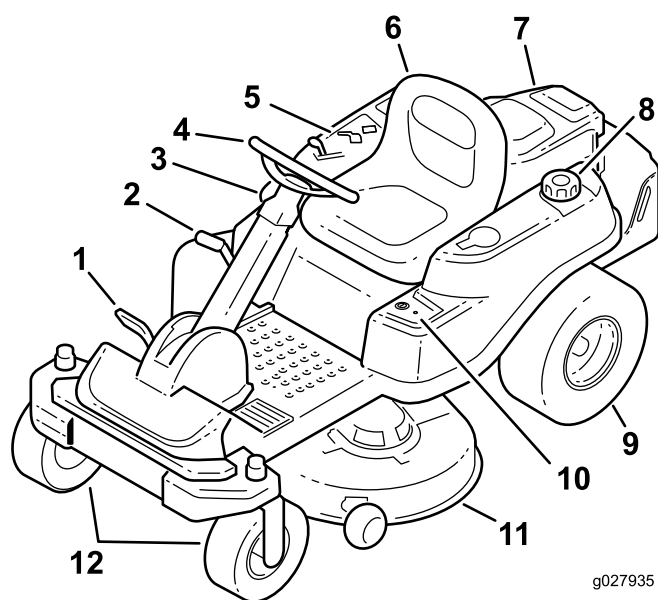
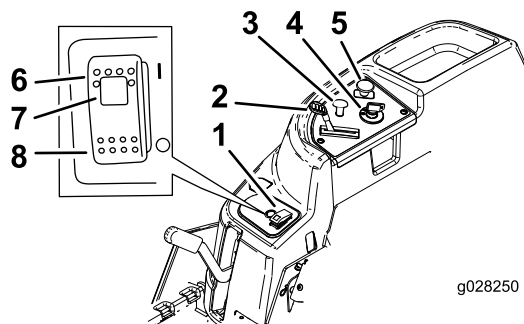
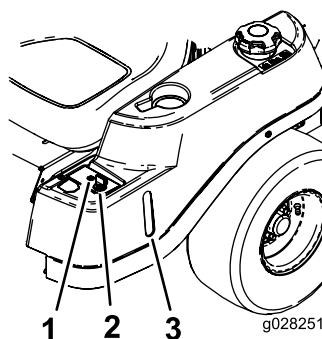

Figura 4
Figura 5
Figura 6
Antes de poner en marcha el motor y trabajar con la máquina, familiarícese con todos los controles en Figura 4, Figura 5 y Figura 6.
La llave de contacto tiene tres posiciones – DESCONECTADO, MARCHA y ARRANQUE. La llave puede girarse a ARRANQUE, y se volverá a MARCHA al soltarse. Gire la llave a la posición de DESCONECTADO para parar el motor; no obstante, siempre retire la llave al dejar la máquina desatendida para evitar que alguien arranque el motor accidentalmente (Figura 5).
Utilice el estándar para poner en marcha el motor en frío. Tire del mando del estándar hacia arriba para activarlo. Para quitarlo, empuje el pomo del estándar hacia abajo (Figura 5).
El control del acelerador puede moverse entre las posiciones de RÁPIDO y LENTO. Mueva la palanca del acelerador hacia adelante para aumentar la velocidad del motor, y hacia atrás para reducir la velocidad (Figura 5).
El mando de control de las cuchillas (TDF) engrana y desengrana la transmisión de potencia a las cuchillas del cortacésped (Figura 5).
Utilice la mirilla de combustible situada en el lado izquierdo de la máquina para verificar la presencia de gasolina en el depósito (Figura 6).
Este interruptor permite segar en marcha atrás cuando está activado. Para activar esta función, ponga el interruptor en CONECTADO y suéltelo una vez que la TDF esté engranada. Para desactivarla, desengrane la toma de fuerza (TDF) (Figura 6).
El indicador de operación en marcha atrás se enciende cuando se utiliza la llave Key Choice™ para desconectar el sistema de seguridad de operación en marcha atrás. Es un recordatorio de que el sistema de seguridad está desactivado. El indicador se apaga cuando se desengrana la TDF o se apaga el motor. Cuando el indicador está encendido, mire hacia atrás y extreme las precauciones al conducir en marcha atrás (Figura 6).
- Al mover el interruptor SmartPark™ a la posición de Conectado (Figura 5).